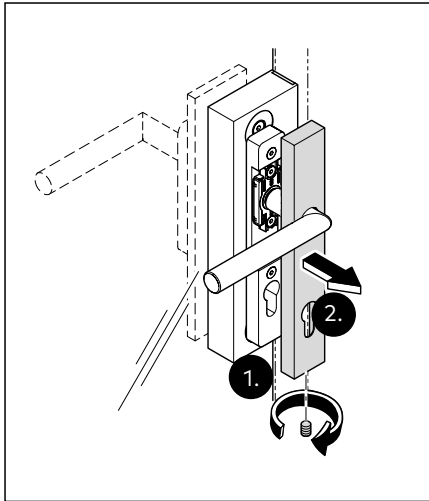

Abb. 38 Die Abdeckung von der Grundplatte lösen
1. Den Gewindestift an der Abdeckung lösen (Abb. 38).